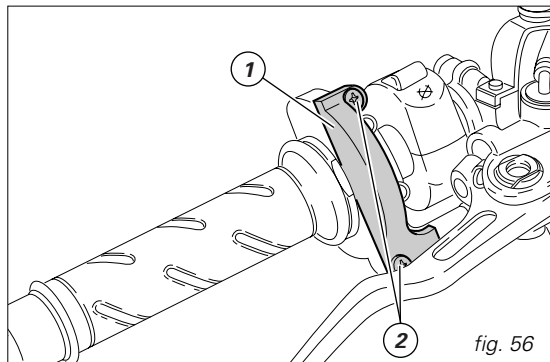

fig. 56
Pour le câble des gaz, on préconise de retirer le cache (1, fig. 56) de la commande en desserrant les deux vis de fixation (2), et de graisser l'extrémité du câble et le rouet.